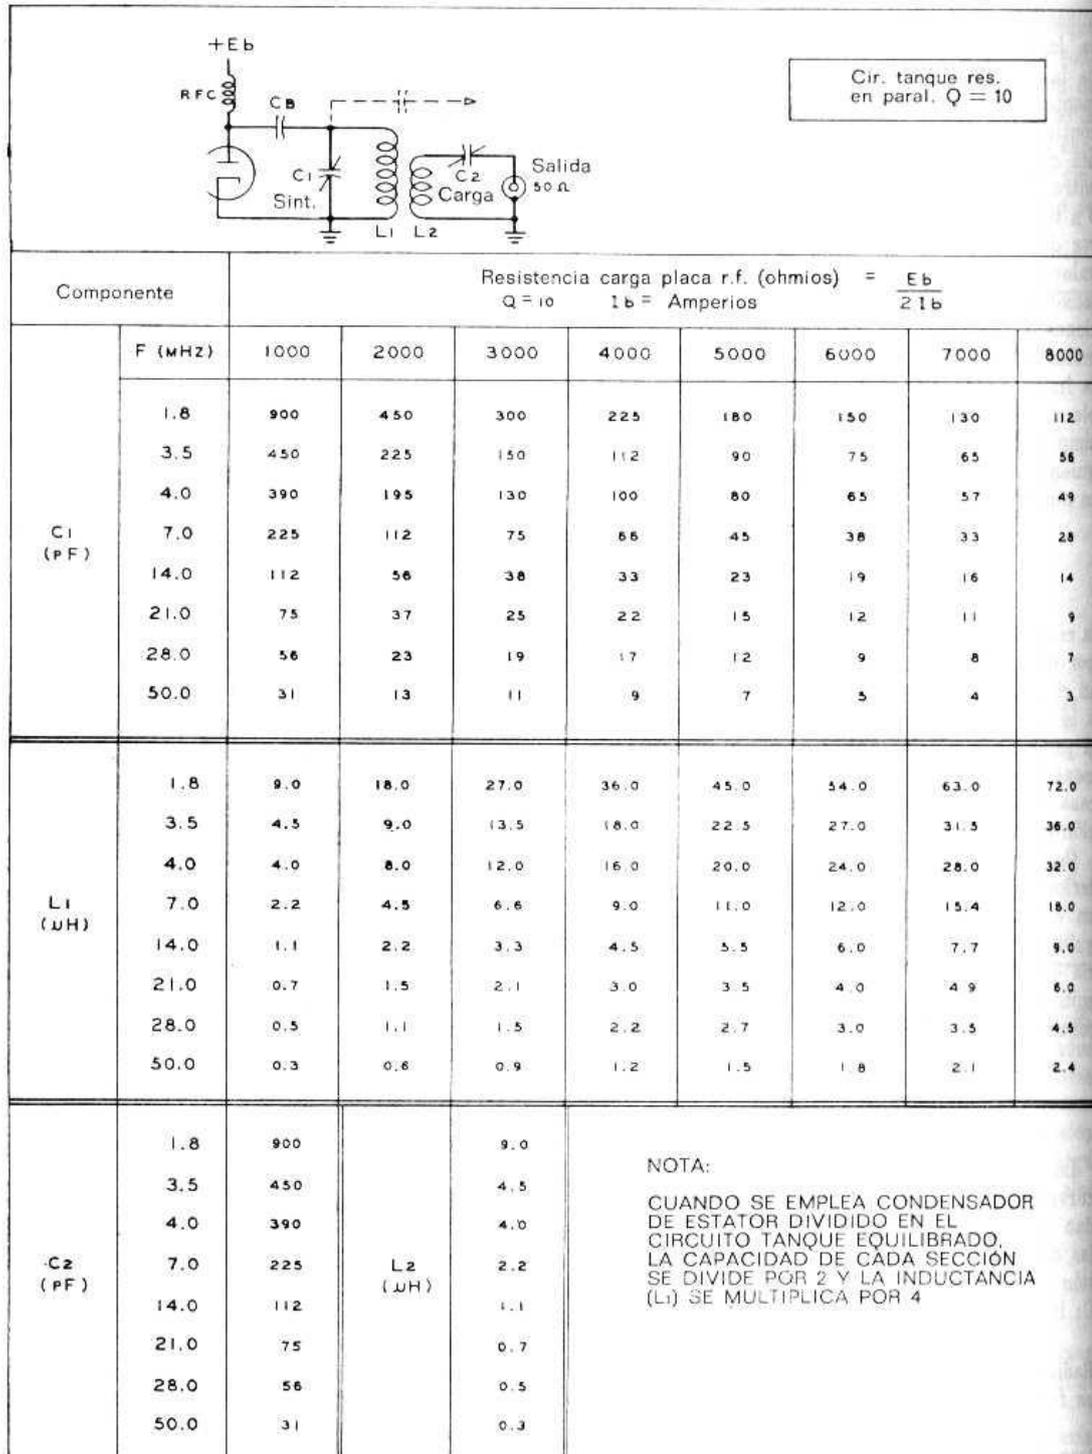

Figura 32
(A) Para circuitos de un solo terminal, utilizar el gráfico de la figura 32 en cuanto a los valores de L y C . (B) Un solo terminal, tanque dividido. Multiplicar los valores de L , por cuatro, cada sección del condensador de estator dividido es la mitad del valor indicado en la figura 32. (C) Tanque dividido con condensador de una sola sección. El valor del condensador es $\frac{1}{4}$ del valor indicado en la figura 32. (D) Circuito push-pull con condensador de estator dividido. Cada sección del condensador es la mitad del valor indicado en la figura 32.